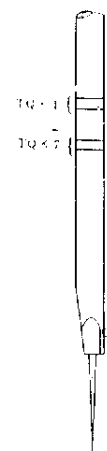

Fig. 13
SI CE N'EST PAS LE CAS, DESSERER LA VIS FIG. 13 No 1 LORSQUE LA BARRE A AIGUILLE EST A SON POINT LE PLUS BAS ET ALIGNER LA LIGNE CONCERNEEE AVEC LE GUIDE BARRE. NE PAS PERDRE DE VUE LES POINTS SUIVANTS.
(I) LORSQUE LA BARRE A AIGUILLE EST REMONTEE, S'ASSURER QUE LA VIS DE SERRAGE DE L'AIGUILLE - FIG. 13 (3) EST BIEN EN FACE DE LA RAINURE DU GUIDE AIGUILLE INFERIEUR.